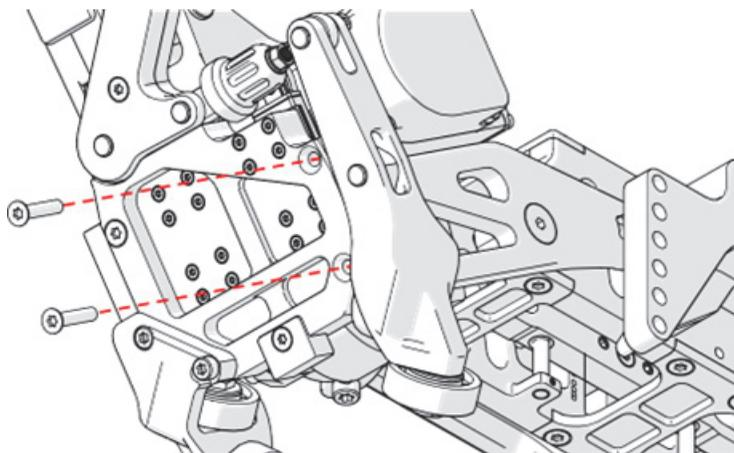

Figura 2-8 Extracción de dos tornillos
9. Con un des[a]tornillador Torx T25, retire dos tornillos a partir del transportador de motor (ver Figura 2-8 en la página 95).